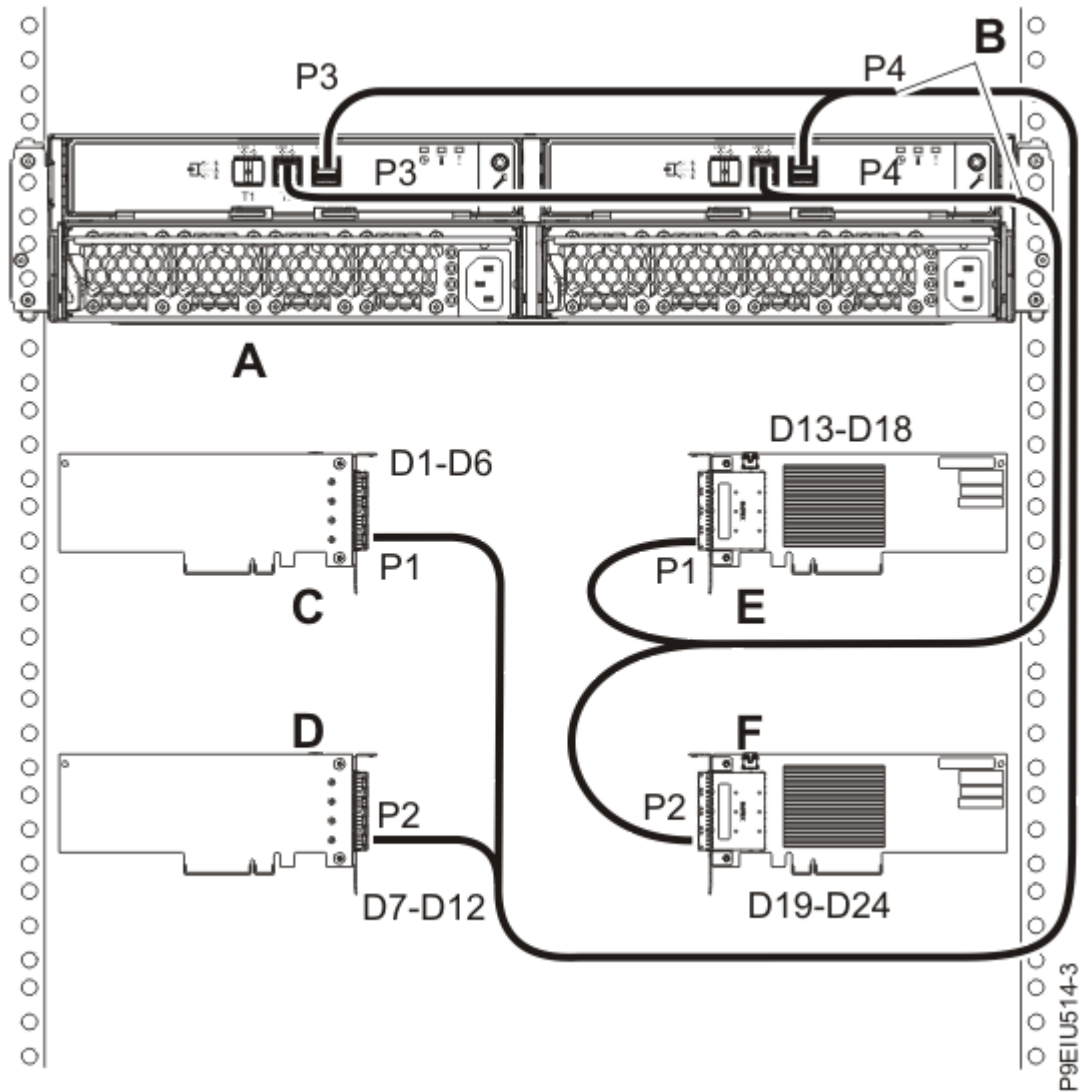

Figura 21. Conexiune mod 4 a unei incinte de stocare ESLL sau ESLS utilizând cabluri X12 la patru adaptoare SAS FC EJ0J sau FC EJ0M independente
23. Finalizați o conexiune mod 4 a unei incinte (A) utilizând cabluri X12 (B) la patru adaptoare SAS FC EJ0J sau FC EJ0M independente, după cum se arată în Figura 21 la pagina 27. Apoi, continuați cu “Conectarea cablurilor și cordonelor de alimentare și instalarea capacelor” la pagina 28.